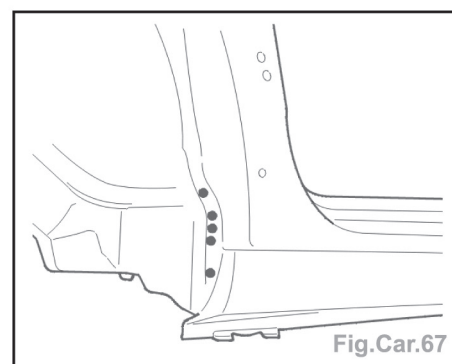

Fig.Car.67
- Souder par points électriques (Fig.Car.67).